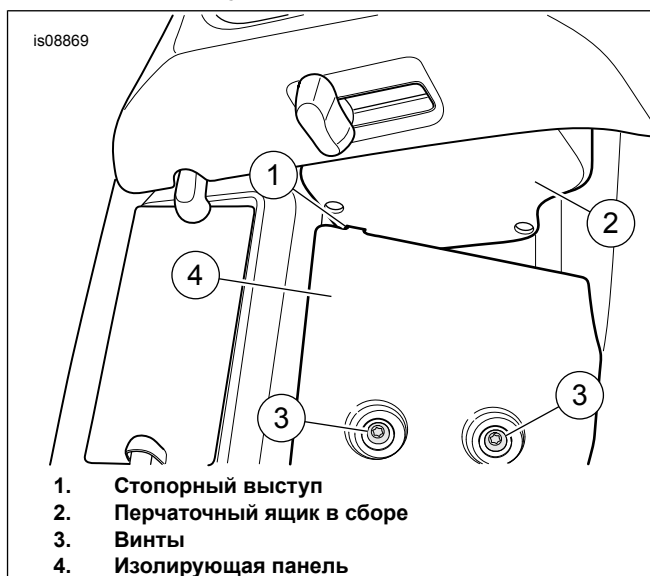

Рисунок 2. Защелка и изолирующая панель
2. См. Рисунок 2 . Удалите винты (3), изолирующую панель (4) и перчаточный ящик (2) с передней стороны. Отсоедините сочленение вентиляционной заслонки.